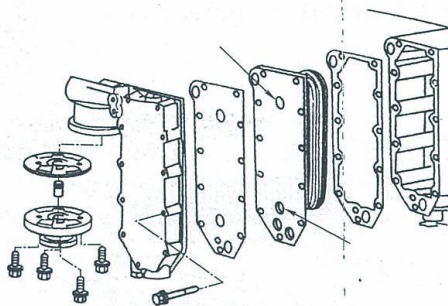

图 1-366 组装机油冷却器芯子、密封垫和盖
6) 组装机油冷却器芯子、密封垫和盖, 见图 1-366。在组装时要从芯子上拆下运输时安装的螺塞。